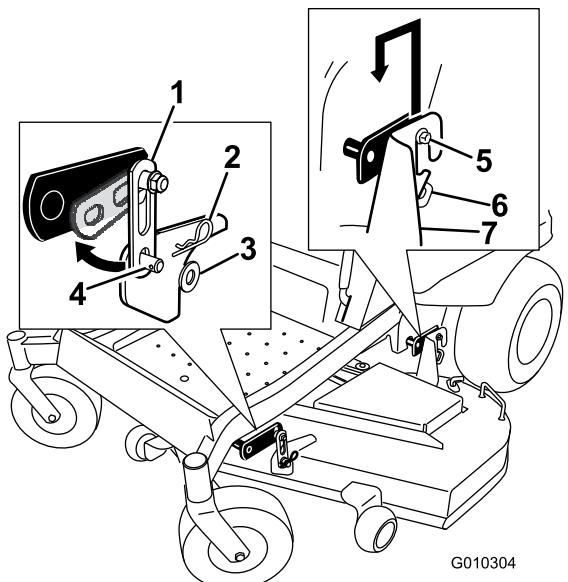

Figura 75
2. Rimuovete la bulloneria dai supporti di sospensione anteriori del piatto di taglio su entrambi i lati del piatto (Figura 75).
3. Sollevate con cautela il piatto di taglio sganciandolo dai bulloni di sospensione posteriori e abbassate la parte anteriore del piatto fino al suolo (Figura 75).
5. Alzate la parte posteriore del piatto di taglio e guidate le staffe di sospensione sui bulloni di sospensione posteriori (Figura 75).
6. Agganciate il supporto anteriore presente sul piatto di taglio ai supporti di sospensione anteriori e fissate con una rondella e una coppiglia (Figura 75).